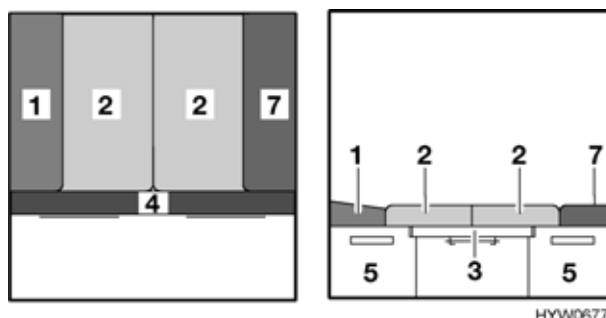

Fig. 80 Dopo la trasformazione
- Posizionare i due cuscini del divano (Fig. 80,2) al centro.
- Piazzare il cuscino sinistro dello schienale (Fig. 80,1) tra il cuscino del divano e la parete.
- Piazzare il cuscino aggiuntivo (Fig. 80,7) tra il cuscino del divano e la parete.
- Appoggiare il cuscino aggiuntivo (Fig. 80,4) sulla prolunga del cassone letto.